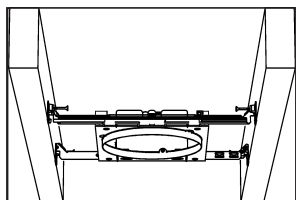
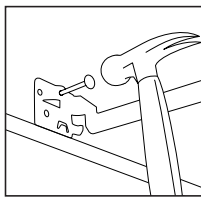

Figure 10
Figure 11
**Étape 1.** Prolongez les barres de suspension pour les installer entre les poutrelles. La barre de suspension est profilée pour s'aligner facilement avec le bas de la poutrelle (Fig. 10). Positionnez le luminaire en clouant les Real-NailsMD dans les poutrelles (Fig. 11).